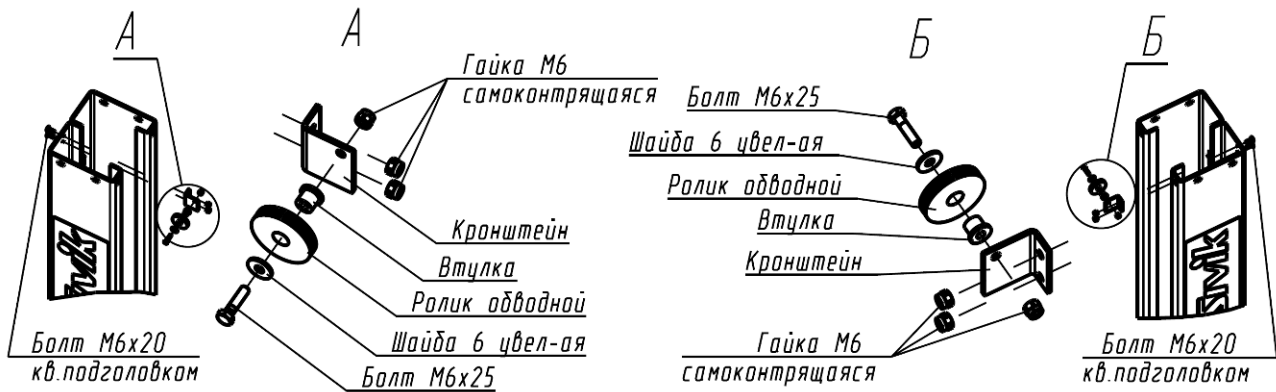

Рисунок 6.2 – Сборка и установка обводных блоков
6.3 На готовый бетонный пол (4000х1500х250мм) установить стойки 1 и 2 (убедиться, что правильно выбрано направление заезда). Предварительно собрать и установить обводные блоки тросика стопоров (рисунок 6.2)